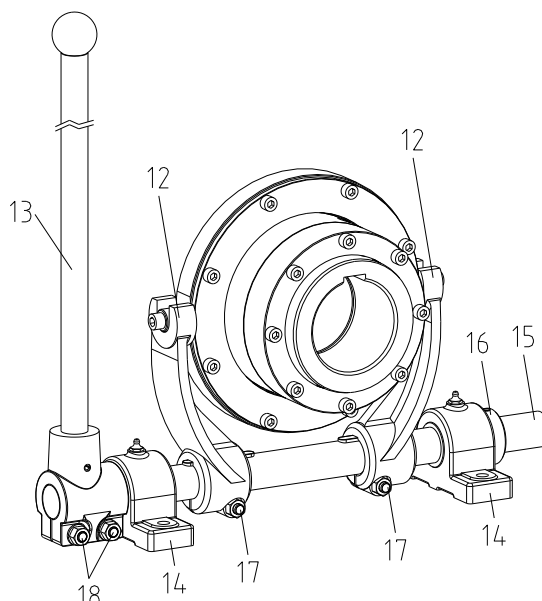

Рис. 8: GEARex® SD с системой рычага управления
- Цапфы контактного кольца (деталь 5) вставить в вилки переключения (деталь 12, рис. 8).
- Зафиксировать вал управления в осевом направлении зажимной частью рычага и зажимом (рис. 8).